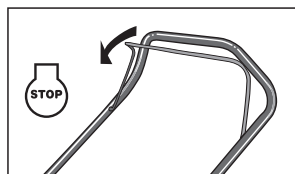

Fig. 10
1. Relâchez la poignée de contrôle de frein pour arrêter le moteur et la lame. (Fig.10)